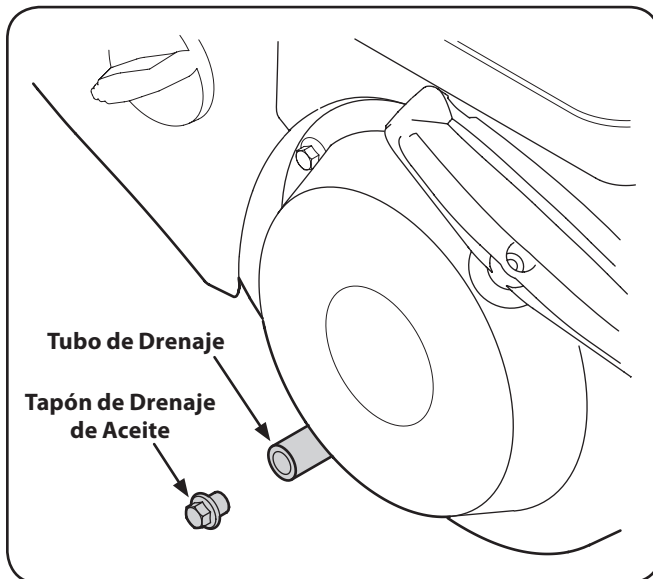

Figura 7-1
- Retire el tapón de drenaje de aceite, Figura 7-1.